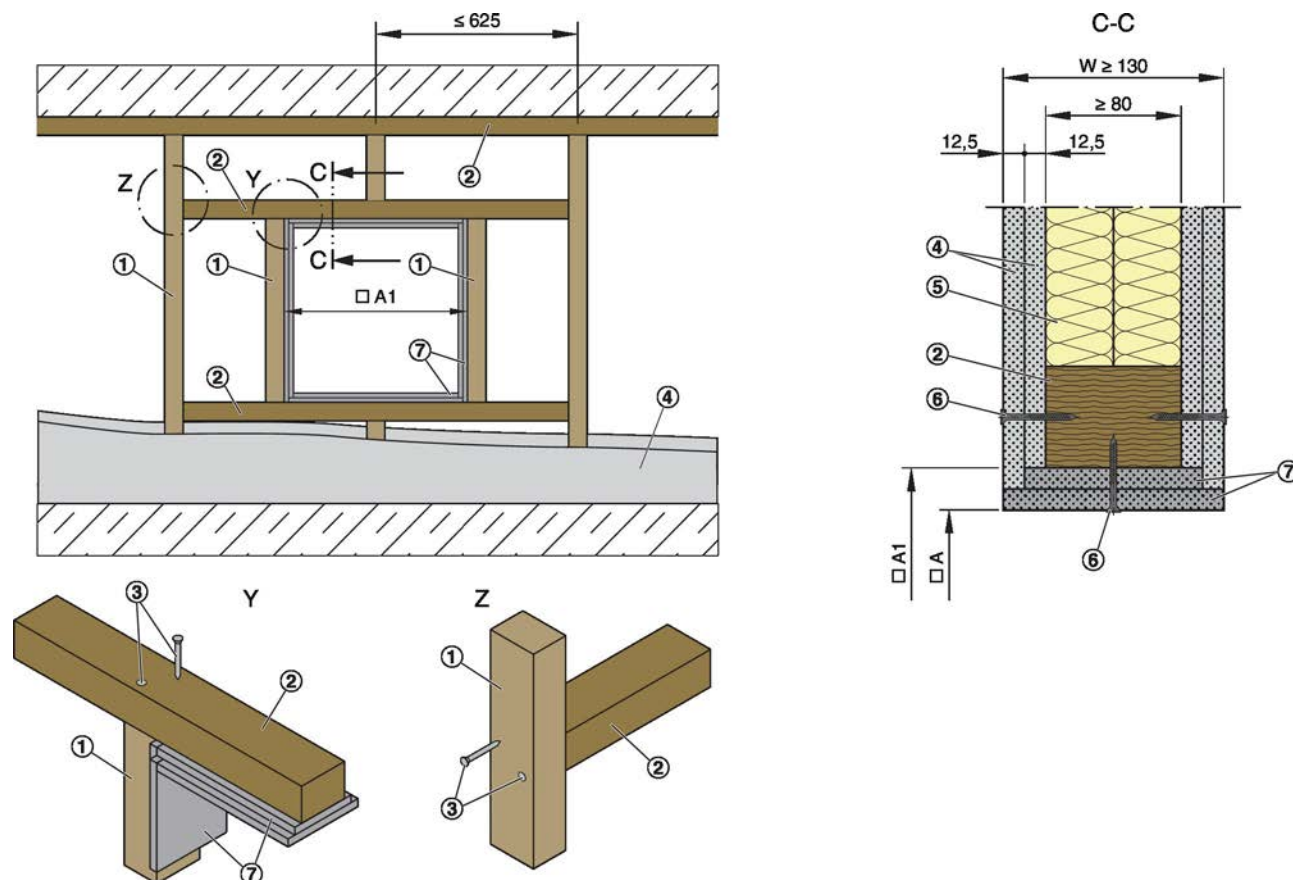
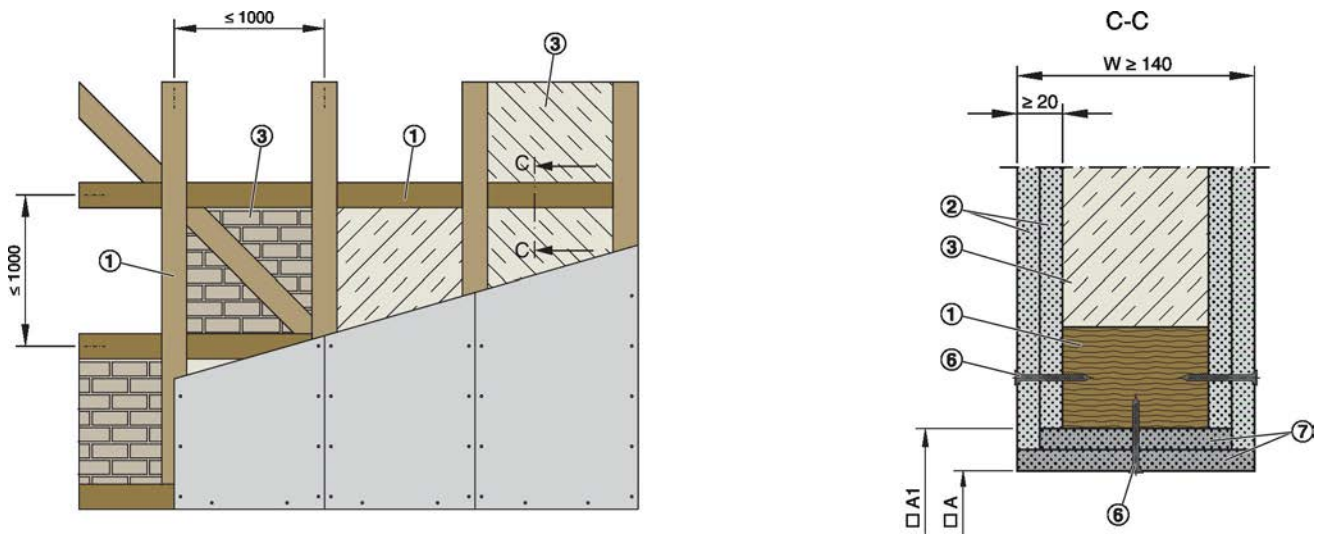

Fig. 39: Cloison légère avec structure portante en bois et habillage d'un côté
Fig. 40: Cloison légère, exécution avec structure bois avec habillage des deux côtés
- Créer une ouverture de montage dans la structure portante en bois avec des charpentes en bois ①, sections horizontales en bois ② et panneaux de garnissage ⑦; ou créer une ouverture de montage dans l'exécution en pans de bois ① avec panneaux de garnissage ⑦, voir Voir la Fig. 39 ou Voir la Fig. 40.